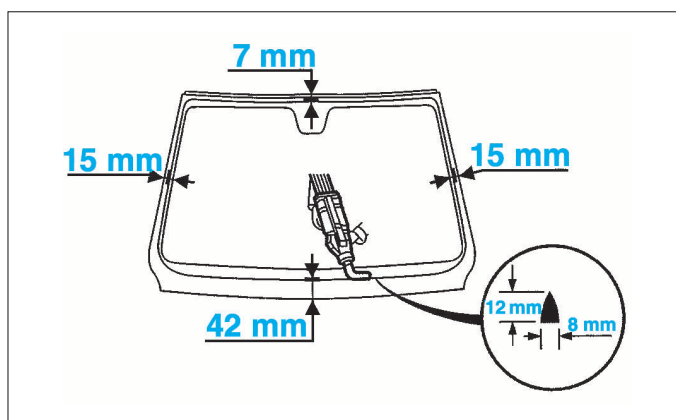

FIG. 48
- Appliquer le mastic colle en respectant les indications (Fig.48).